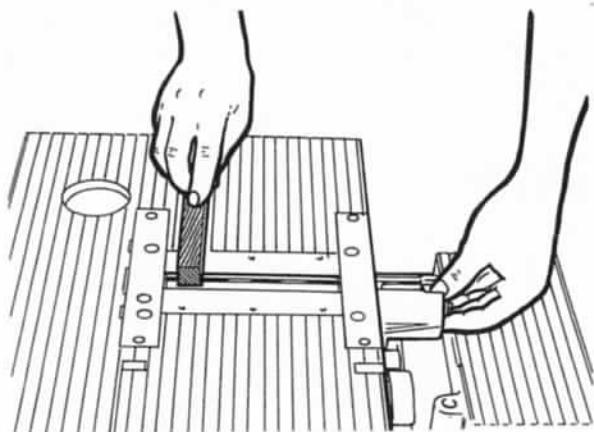

Fig. 19
Använd en trälinjal för att kontrollera knivarnas läge. Med linjalen vilande på bord (B) vrid kutterhuvudets spindel. Knivarna skall precis beröra linjalen (fig. 19 och 20).